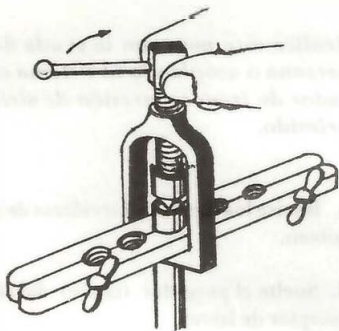

Fig. 4
d. Avellane la punta de la tubería (fig. 4).